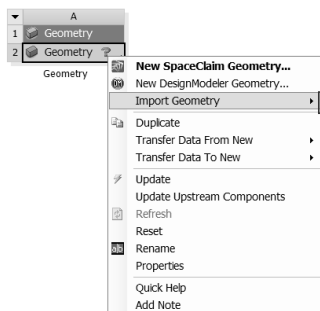

图 17-41 导入几何体
Step1：在 A2 Geometry 上右击，在弹出的快捷菜单中选择 Import Geometry Browse 命令，如图 17-41 所示，此时会弹出“打开”对话框。